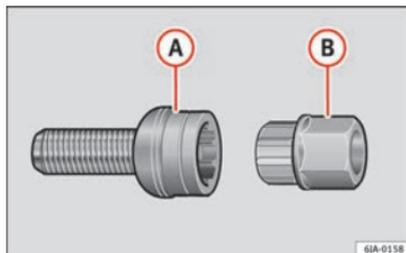

Fig. 61 Tornillo de seguridad para ruedas con adaptador.
- Introduzca el adaptador (B) »» fig. 61 con su lado dentado hasta el tope en el dentado interior del tornillo de seguridad para ruedas, de tal modo (A) que ya sólo sobresalga el hexágono exterior.
- Encaje la llave de rueda en el adaptador (B) hasta el tope.